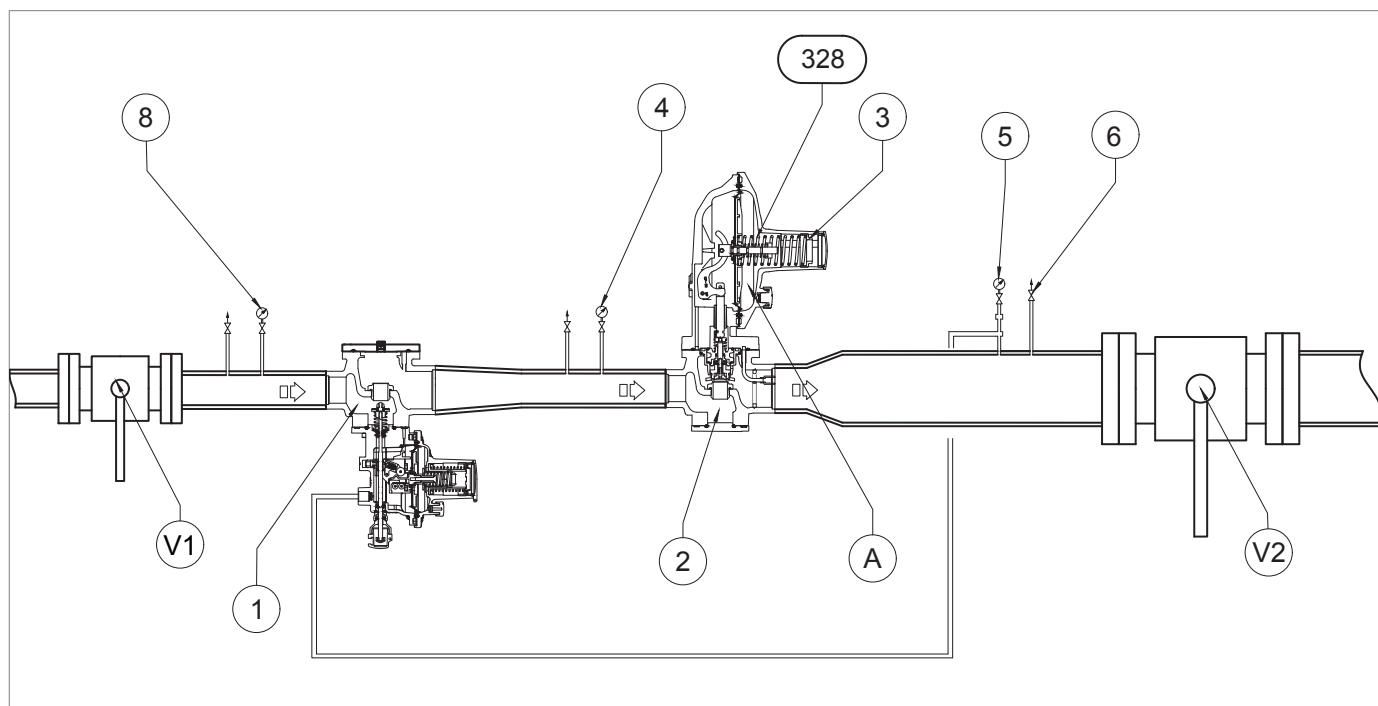
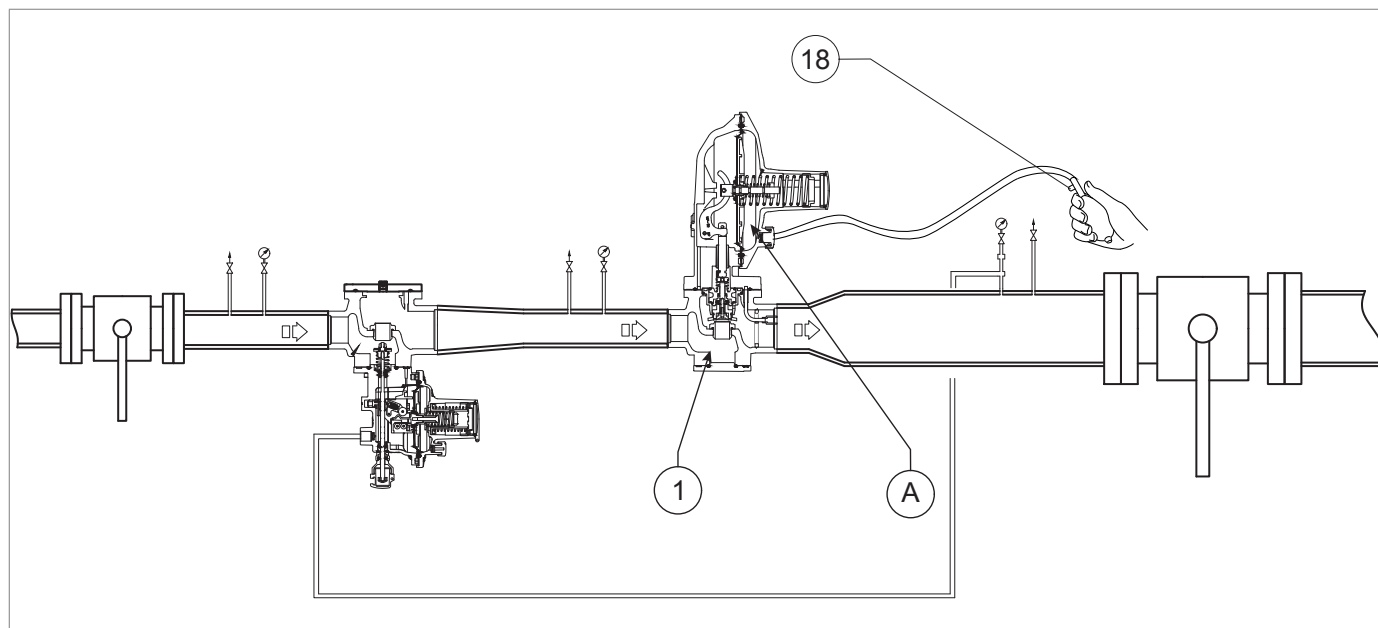

Fig. 8.15. Messa in servizio della valvola di blocco DILOCK installata a monte del regolatore
Fig. 8.17. Pressurizzazione fonte esterna DILOCK installata a monte del regolatore
1	<p>Aumentare la pressione di valle (Pd) fino al valore di intervento della valvola di blocco, per verificarne la corretta taratura, utilizzando una fonte di pressione esterna (Fig. 8.17).</p> <div style="border: 1px solid black; padding: 5px;"> <p>! AVVISO!</p> <p>Controllare la pressione facendo riferimento al manometro (Fig. 8.15, rif. 5) posto a valle del regolatore.</p> <p>Se la valvola di blocco:</p> <ul style="list-style-type: none"> • interviene prima del valore di pressione previsto: avvitare (senso orario) la ghiera di regolazione (13) così da comprimere maggiormente la molla (11); • non interviene al valore di pressione previsto: svitare (senso antiorario) la ghiera di regolazione (13), così da scaricare la molla (11). </div>
2	Diminuire la pressione del tratto di valle aprendo lo sfiato (Fig. 8.15, rif. 6) per portarla fino al valore di taratura del regolatore.
3	Chiudere il rubinetto di sfiato (Fig. 8.15, rif. 6).
1	Aprire parzialmente il rubinetto di scarico (Fig. 8.15, rif. 6) e tenerlo aperto per le fasi successive.
2	<p>Diminuire la pressione di valle fino alla pressione minima richiesta di intervento della valvola di blocco.</p> <div style="border: 1px solid black; padding: 5px;"> <p>! AVVISO!</p> <p>Controllare la pressione facendo riferimento al manometro di valle (Fig. 8.15, rif. 5).</p> <p>Se la valvola di blocco:</p> <ul style="list-style-type: none"> • interviene prima del valore di pressione previsto: svitare (senso antiorario) la ghiera di regolazione (15) così da scaricare la molla (17); • non interviene al valore di pressione previsto: avvitare (senso orario) la ghiera di regolazione (15), così da comprimere maggiormente la molla (17). </div>
3	Chiudere il rubinetto di scarico (Fig. 8.15, rif. 6).
5	Per riarmare la valvola di blocco, aumentare la pressione di valle (Pd) della linea, utilizzando una fonte di pressione esterna (Fig. 8.17).